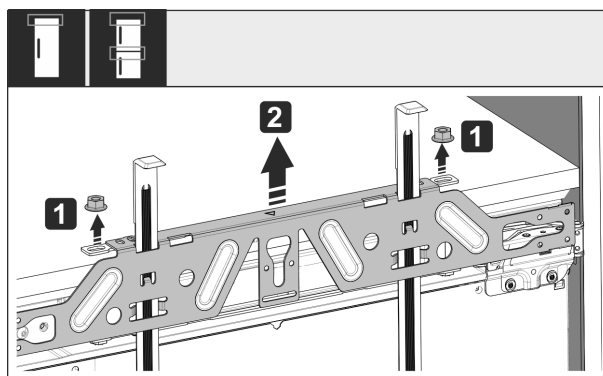

Fig. 58
- ▶ Ослабте контрґайки Fig. 58 (1).
- ▶ Зніміть кріпильну поперечку Fig. 58 (2).